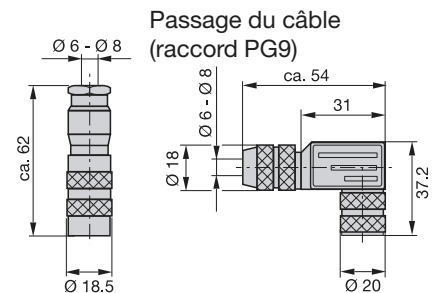

Fig. 4-1 : Connecteur (en option)
*Pour le modèle à connecteur, reliez le blindage au boîtier du connecteur multibroches BKS, à l'intérieur de ce dernier (➔ figure 4-1); voir notice dans l'emballage du connecteur multibroches.*